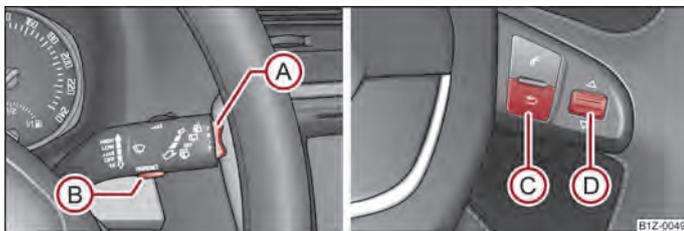

Fig. 6 Indicação Multifuncional: Elementos de comando na alavanca do limpa-vidros / Elementos de comando no volante multifunções
Pode mudar a memória através do botão **(B)** ⇒ Fig. 6 na alavanca do limpa-vidros ou através do botão **(D)** no ⇒ Fig. 6 volante multifunções.
O botão basculante **(A)** e o botão **(B)** encontram-se na alavanca do limpa-vidros ⇒ Fig. 6. A comutação e a reinicialização no volante multifunções são executadas através da roda ranhurada **(D)**.
Se a temperatura exterior descer abaixo de +4 °C, aparece antes da indicação da temperatura um símbolo de um floco de neve (sinal de aviso de gelo), sendo emitido um sinal sonoro de aviso. Ao carregar no botão basculante (A) na alavanca do limpa-vidros → Fig. 6 ou no botão (C) no volante multifunções → Fig. 6, aparece a última função indicada.
No visualizador aparece o tempo de condução, que passou desde a última vez que se apagou a memorização. Se desejar conhecer o tempo de condução a partir de um determinado ponto, reponha a memória nesse momento a zero carregando no botão (B) na alavanca do limpa-vidros → Fig. 6 ou na roda ranhurada (D) no volante multifunções → Fig. 6 durante mais de 1 segundo.
Se desejar conhecer o consumo médio de combustível durante um determinado período de tempo, reponha a memória no início da medição a zero através do botão (B) na alavanca do limpa-vidros → Fig. 6 ou através da roda ranhurada (D) no volante multifunções → Fig. 6. Depois de se apagar aparecem riscos no visualizador, durante os primeiros 100 m de percurso.
No visualizador aparece a distância andada, desde a última vez em que se apagou a memória → Página 14. Se desejar saber a distância percorrida a partir de um determinado ponto, reponha a memória nesse momento a zero através do botão (B) → Fig. 6 na alavanca do limpa-vidros ou através da roda ranhurada (D) no volante multifunções → Fig. 6.
No visualizador é indicada a velocidade média em km/h desde a última vez que se apagou a memória ⇒ Página 14. Se desejar conhecer a velocidade média durante um determinado período de tempo, reponha a memória no início da medição a zero através do botão **(B)** na alavanca do limpa-vidros ⇒ Fig. 6 ou através da roda ranhurada **(D)** no volante multifunções ⇒ Fig. 6.
- Com o botão **(A)** na alavanca do limpa-vidros ⇒ Fig. 6 ou através da roda ranhurada **(D)** no volante multifunções ⇒ Fig. 6, seleccione o item do menu **Aviso ao ultrapassar a velocidade**.